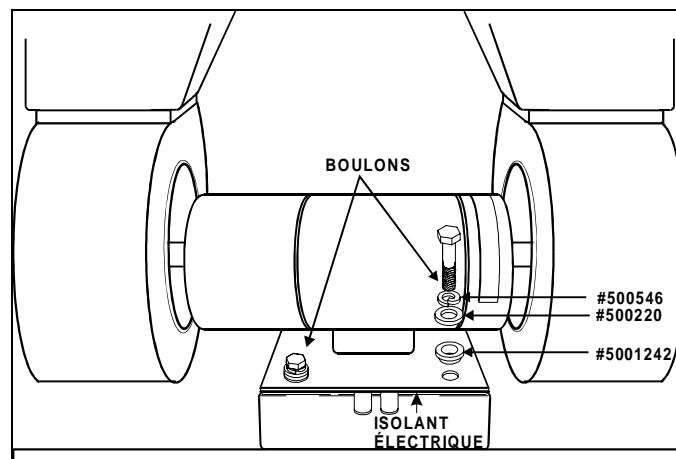
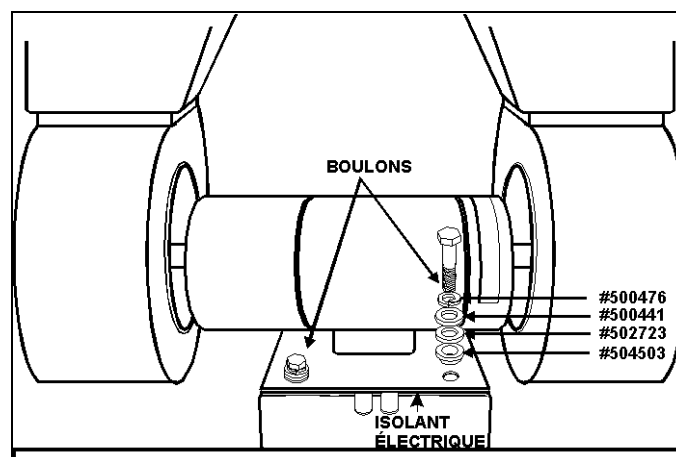

FIGURE 5: INSTALLATION AVEC BOULONS 9.5 mm (3/8")
FIGURE 6: INSTALLATION AVEC BOULONS 8mm (5/16") 22113
22. Coller l'isolant (Prévost #452896) sur la base du moteur (Fig. 5).
23. Pour les boulons 9.5mm (3/8"), agrandir les trous de la base du moteur évaporateur afin d'installer les rondelles. Réinstaller les boulons pour fixer le moteur évaporateur avec les rondelles dans l'ordre (voir Fig. 5). Pour les boulons 8mm (5/16"), réinstaller-les pour fixer le moteur évaporateur avec les rondelles dans l'ordre (voir Fig. 6).